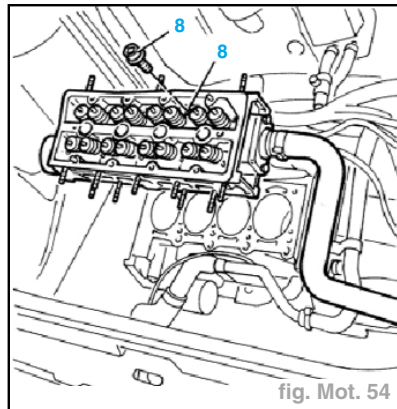

fig. Mot. 54
- Soulever partiellement la culasse supérieure et introduire l'outil (4) de retenue des poussoirs (réf. 1-860-988-000).
- Dévisser les vis de fixation (1a) et déposer la culasse unique (1b) (fig. Mot. 54).